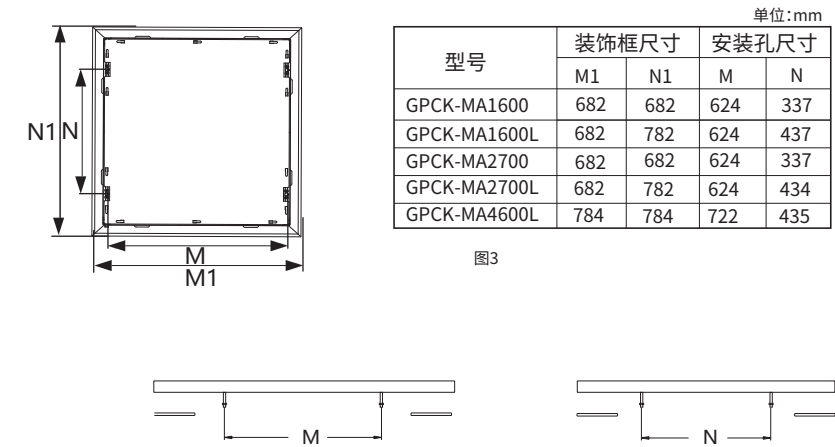
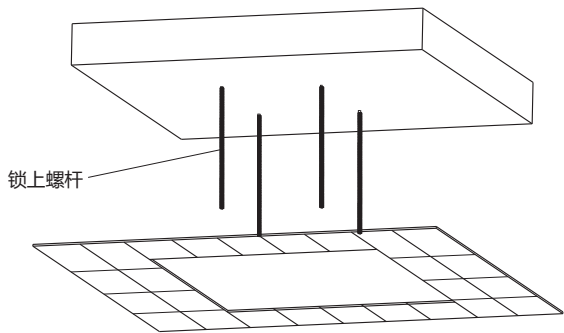

图3
图4
2.按图3及表格所示，根据升降架的型号来确定安装架的安装距离M、N，先在天花上打好孔，并将M8螺杆固定在天花上，如图4所示。